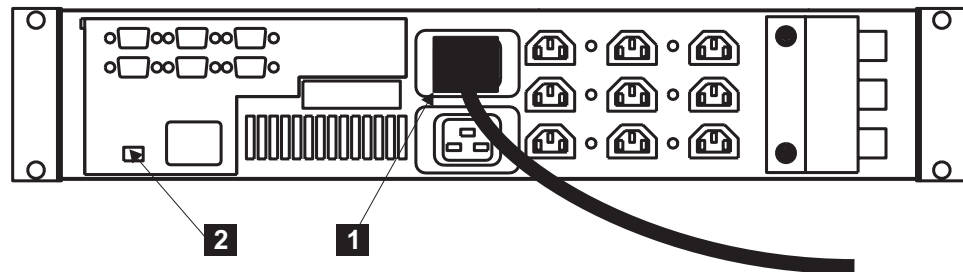

図 262. 2145 UPS 電源ケーブルの取り付け
9. 2145 UPS の後部で、2145 UPS の主電源ケーブルを 図 262 の電源ソケット **1** に差し込みます。